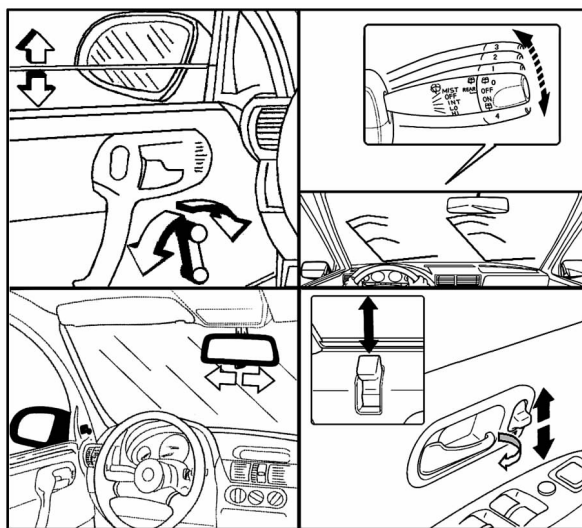

图 1-6
• 检查门窗玻璃、玻璃升降摇手柄、刮水器、后视镜和门锁等是否齐全有效(图 1-6);